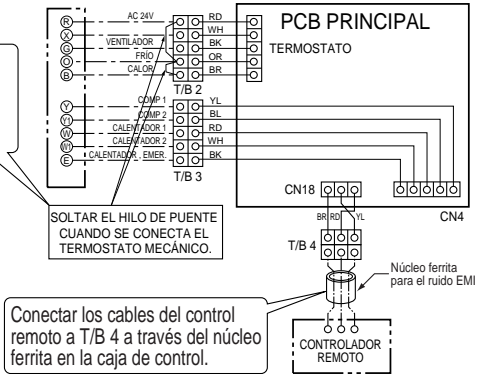

Figura 5F
■ **Bomba de calor - 2 comp, 2 calentadores (Figura 5F)**